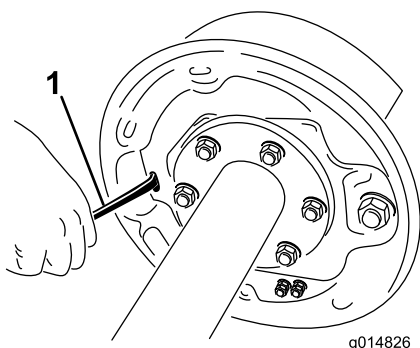

Figura 63
4. Con un destornillador, gire la rueda de estrella del ajustador para abrir las zapatas de freno (Figura 63).